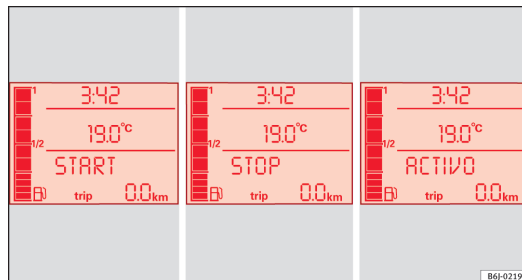

Fig. 101 Indicazione nel display del quadro strumenti durante la modalità Start-Stop. ►
- Sul display del quadro strumenti viene visualizzato un messaggio riguardante lo stato della modalità Start-Stop → fig. 101.